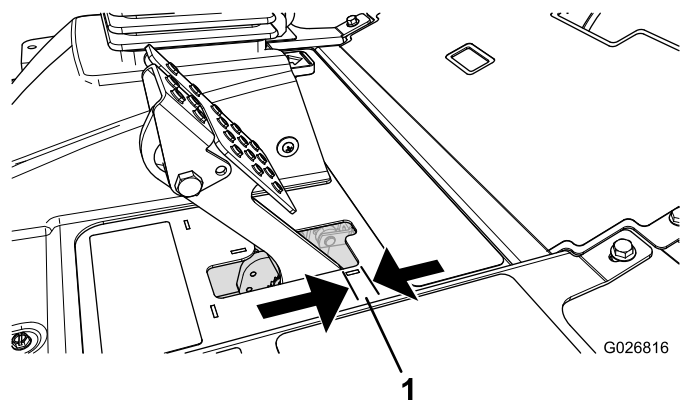

図 62
ブレーキペダルの「遊び」図 62が 2.5 cm 以上となったり、強く踏み込まないとブレーキの効きが悪いと感じられるようになったら、調整を行ってください。遊びとは、ブレーキペダルを踏み込んでから抵抗を感じるまでのペダルの行きしろを言います。
2. 後ナットを締めてケーブルを後方に移動させて、ホイールがロックする前のブレーキペダルの遊び図 62が 6-13 mm なるように調整する。